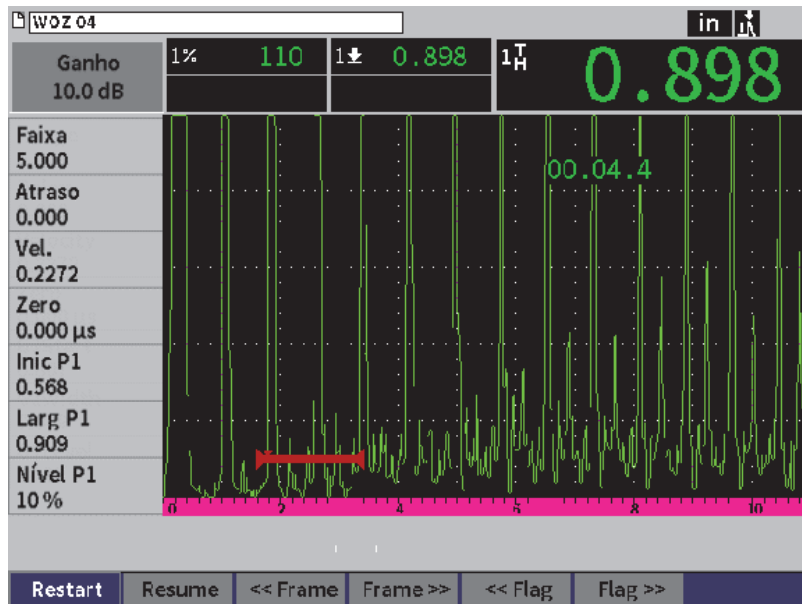

Figura 9-32 Página de configuração Rever vídeo
3. Pressione a tecla Enter para exibir a página de revisão (veja Figura 9-32 na página 165).